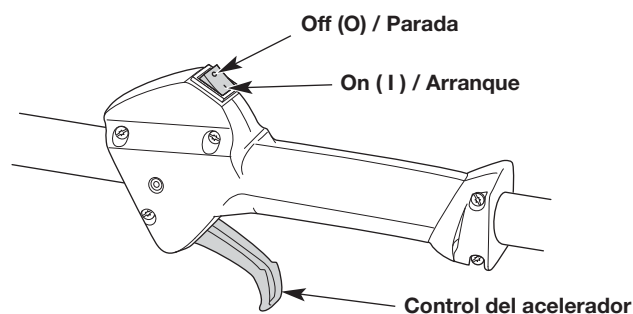

Fig. 4
**NOTA:** No es necesario encender la unidad. El interruptor de encendido/apagado está en la posición ON (I) (encendido) en todo momento (Fig. 4).
6. Apriete el control del acelerador (Fig. 4) y tire de la cuerda de arranque con un movimiento controlado y firme **5 veces** (Fig. 6).
2. Oprima y mantenga apretado el interruptor de encendido/apagado en la posición OFF (O) (apagado) hasta que el motor se pare por completo (Fig. 4).